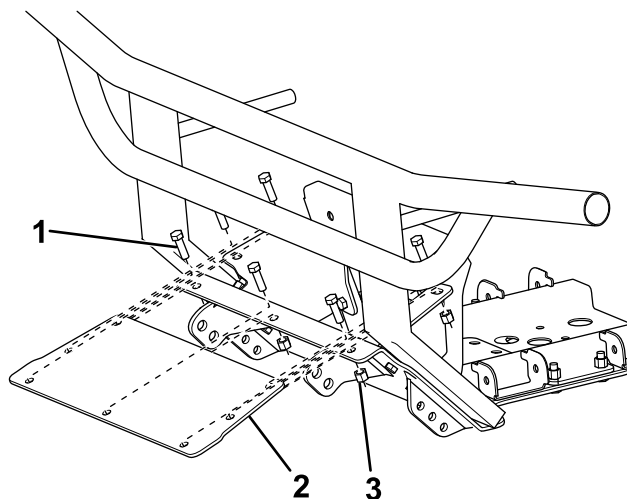

Figura 4
9. Sujete la placa de cabrestante a la placa de protección del quitanieves y a los soportes con 7 pernos (3/8") y contratuercas (Figura 4).